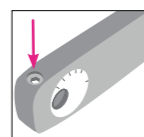

fig. 7
1. Allentare la vite M6 del regolatore di lunghezza (fig. 7).